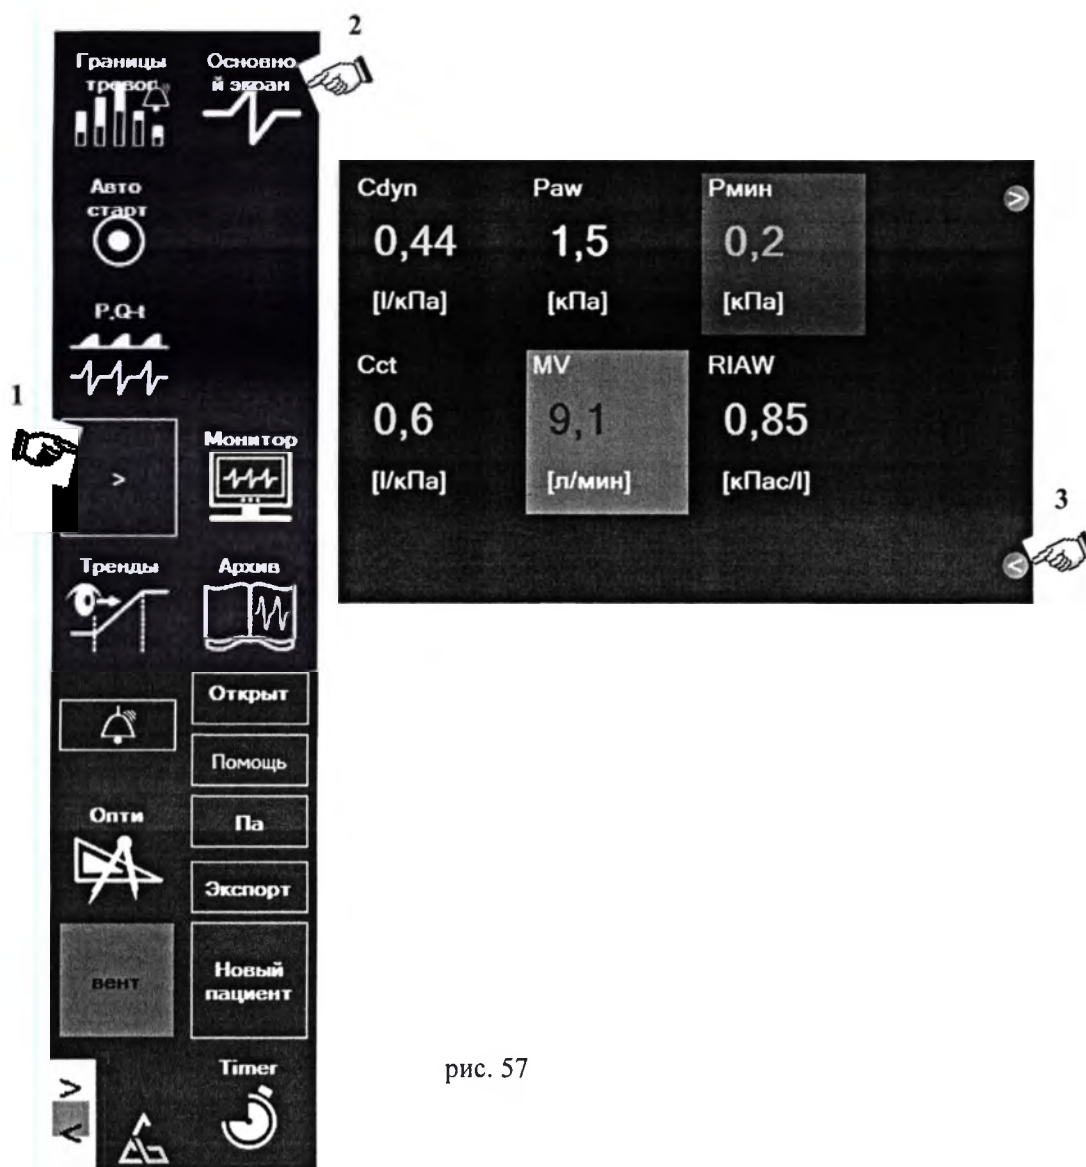

рис. 57
Увеличения изображения основных цифровых параметров ИВЛ и основных данных о механических свойствах легких достигается нажатием на кнопку «Основной экран» (2), которая находится во второй части основного «Меню» (1) – рис. 57.